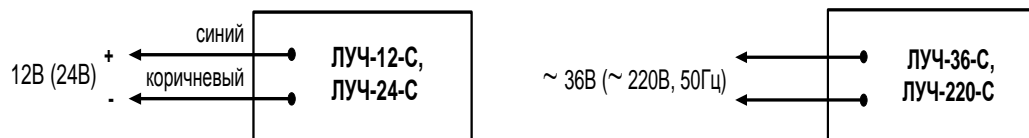

Рис.1. Схемы подключения.
4.2. Подключение изделий должно выполняться в соответствии со схемой (рис.1.) при отключенном напряжении питания.